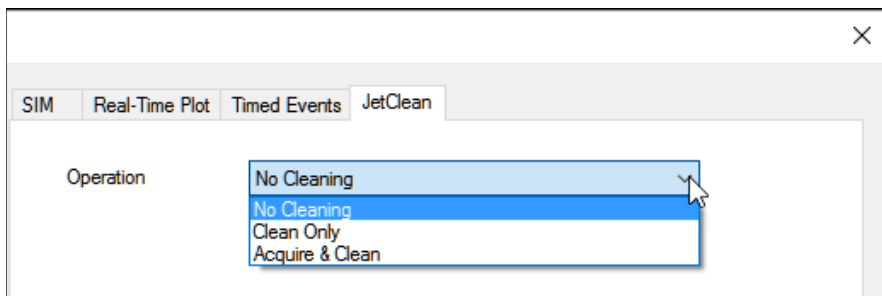

Figure 32. Sélection du mode de fonctionnement du système JetClean
- 2 Dans le panneau de navigation Single Quadrupole MS Method Editor (Modification de la méthode MS simple quadripôle), sélectionner l'onglet **JetClean**. (Voir **Figure 32.**)